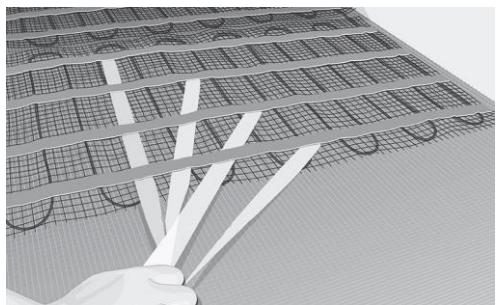

Fig. 8. Fjern bagsiden aften tapen, og fastgør måttebanerne
12. Når måtten/måtterne er placeret i overensstemmelse med tegningen og godt tilpasset gulvfladen, skal måttebanerne fastgøres til gulvet ved at fjerne bagsiden af den dobbeltklæbende tape og trykke tapen ned mod gulvet. Fortsæt indtil hele måtten er fastgjort (fig. 8).